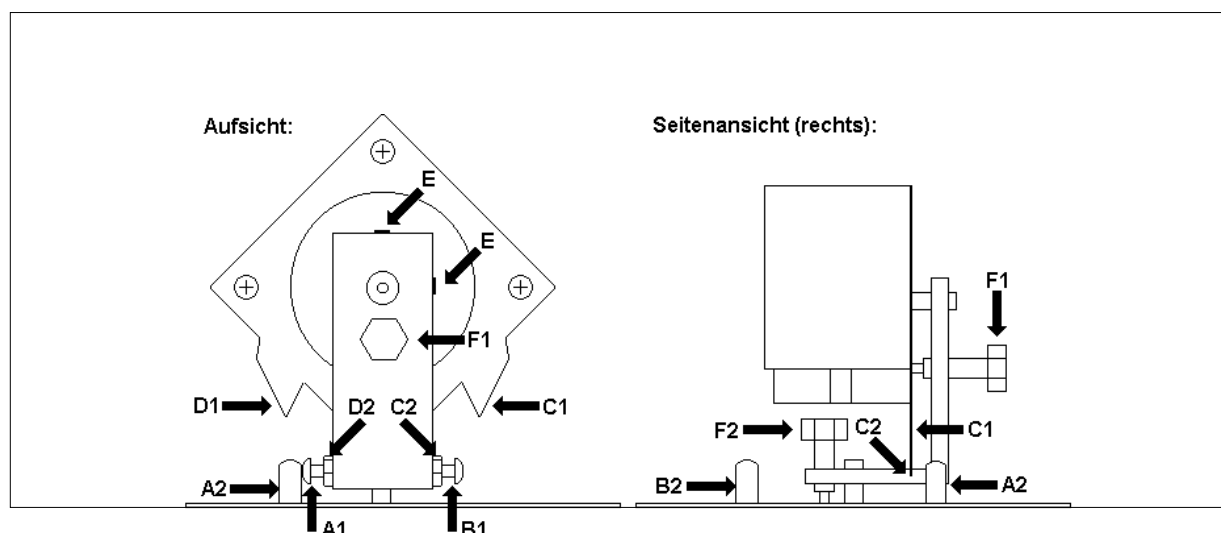

Abb. 3
1. Lösen Sie die beiden Dämpfer (F1) und (F2) in Abb. 3, bis der federnde Kunststoffzapfen an der Schraube den Motor nicht berührt.